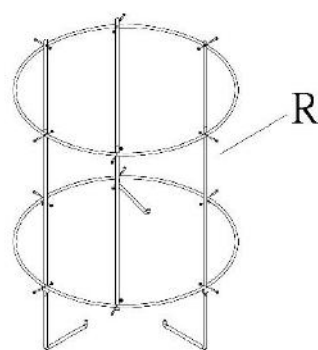

Figure 13
18. Vissez les supports longs et courts dans les arceaux en alternant, comme indiqué dans la Figure 13. Sécurisez avec douze écrous hexagonaux et vis à tête cylindrique (HP10, HP11). (Remarque : les torsions sur les longs supports pointent vers l'intérieur comme indiqué.)